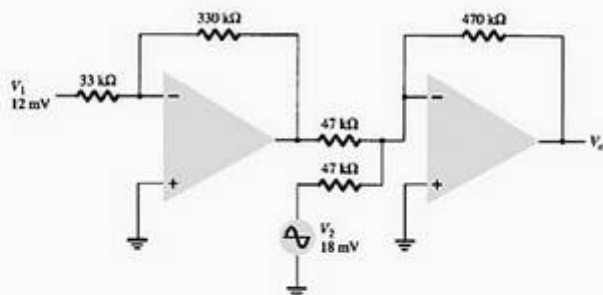

Figura 14.52 Problema 8.
8. Determine a tensão de saída para o circuito da Figura 14.52.